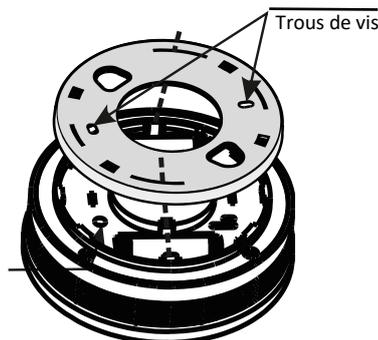

Figure 2
2. Fixer le support de plafond à l'aide des trous de vis prévus (**figure 2**)
3. Positionner le détecteur avec son support puis tourner dans le sens des aiguilles d'une montre pour fixer l'ensemble (**figure 2**)